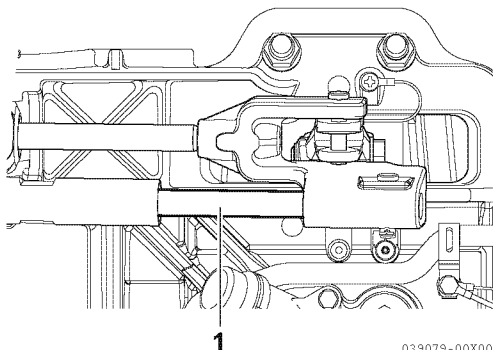

Abbildung 6
2. Steuerrad so weit drehen, bis das Steuerseil vollständig herausgezogen (1, **Abbildung 6**) ist. Den frei liegenden Teil des Seils mit wenig Fett schmieren.